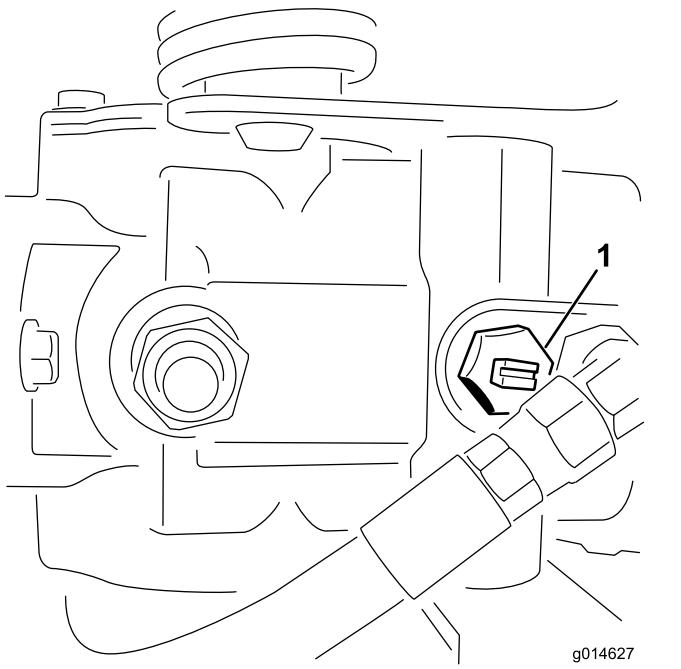

Рисунок 27
- Перед запуском двигателя закройте перепускной клапан, повернув его так, чтобы паз находился в горизонтальном положении (Рисунок 27).
- Найдите на насосе перепускной клапан и поверните его так, чтобы паз был вертикален (Рисунок 27).